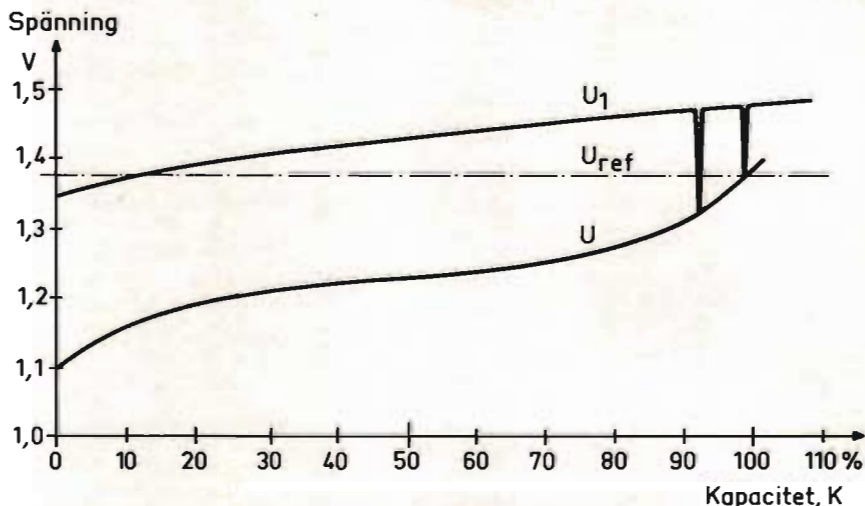

Fig 1. Laddnings- och urladdningsspänning som funktion av kapaciteten.
► **Polspänningen vid urladdning** däremot visar ett för ändamålet mycket användbart beteende. Detta framgår av *fig 1*, som visar både laddningsspänningen (U_1) och urladdningsspänningen (U) som funktion av ackumulatorkapaciteten i %. I början av ett urladdningsförlopp ($K = 100\%$) sjunker spänningen relativt snabbt och är således ett utmärkt kriterium för ackumulatorns laddningstillstånd inom det intressanta kapacitetsområdet mellan 90 och 100 %.